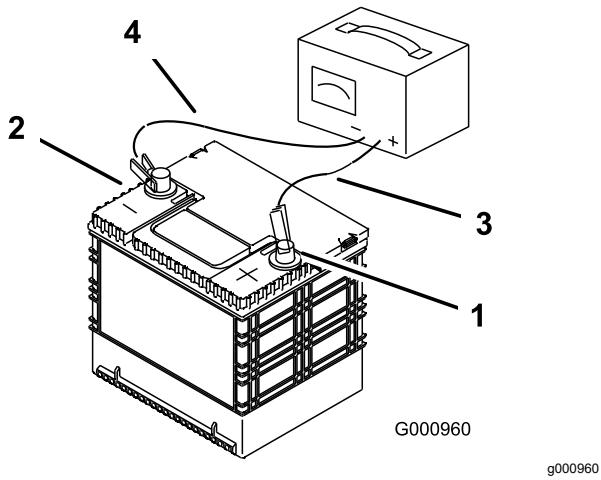

Рисунок 51
3. При повному зарядженні акумулятора від'єднайте зарядний пристрій від електричної розетки, а потім від'єднайте шнурі зарядного пристрою від елементів живлення акумулятора (Рисунок 51).